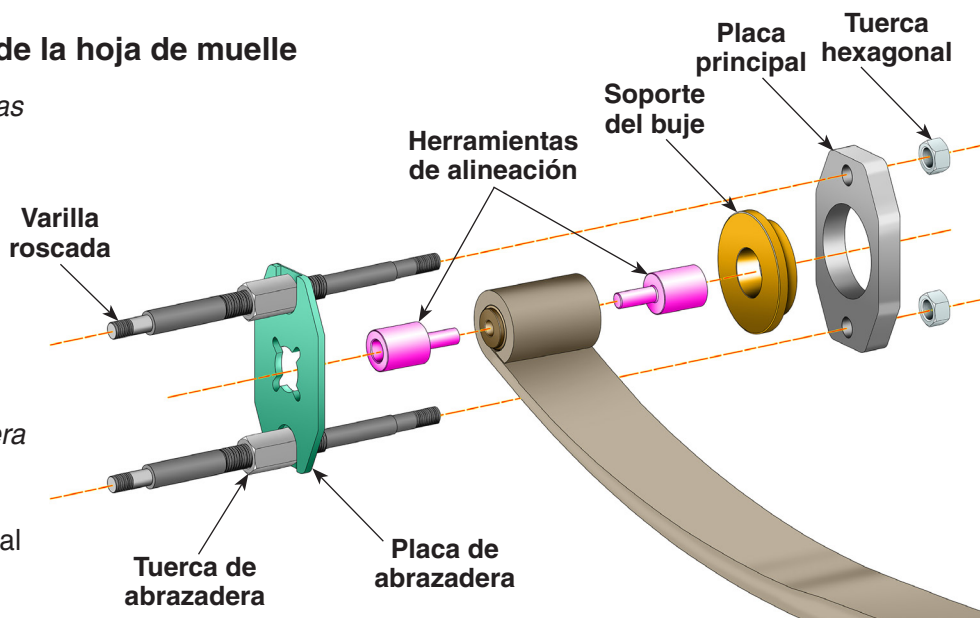

Figura 1
1. Introduzca las dos *herramientas de alineación* en el buje como muestra la Figura 1.